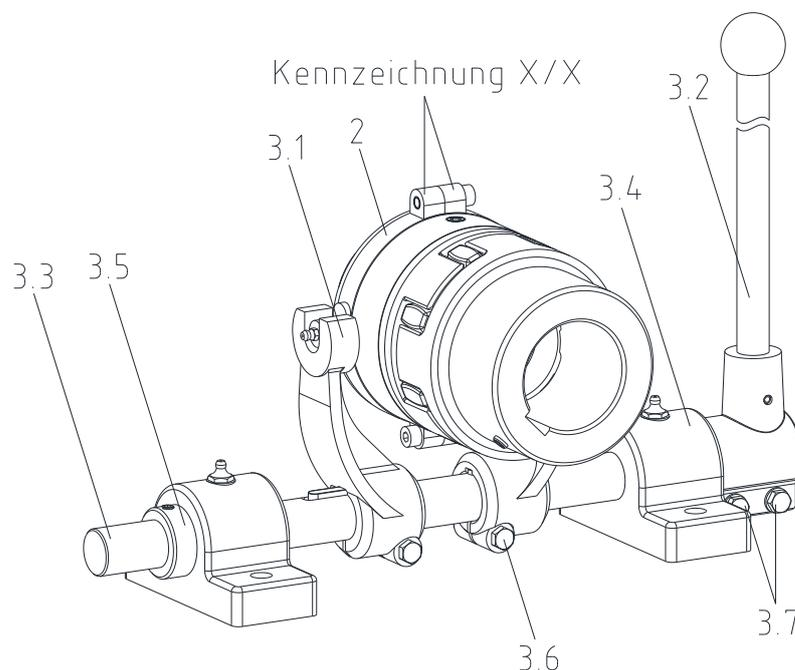

Bild 12: ROTEX® SD mit Schaltgestänge
- Setzen Sie den Zapfen des Schleifringes (Bauteil 2) in die Schaltgabeln (Bauteil 3.1) (siehe Bild 12).